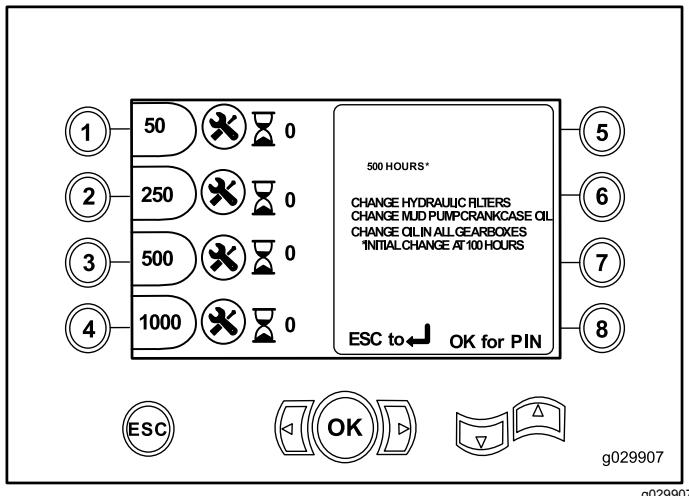

Figura 14
- Botón 3 – 500 horas (Figura 14)